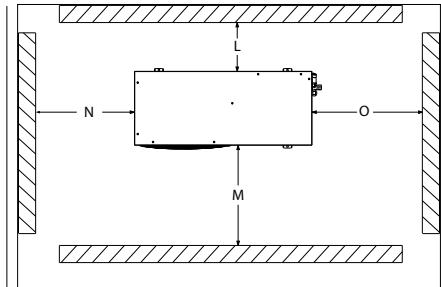

Рис. 1: Минимальные монтажные расстояния
- Убедитесь в наличии достаточного пространства вокруг агрегата для обеспечения циркуляции воздуха вокруг агрегата и возможности открытия дверец. Минимальные расстояния до стен приведены на рис. 1.